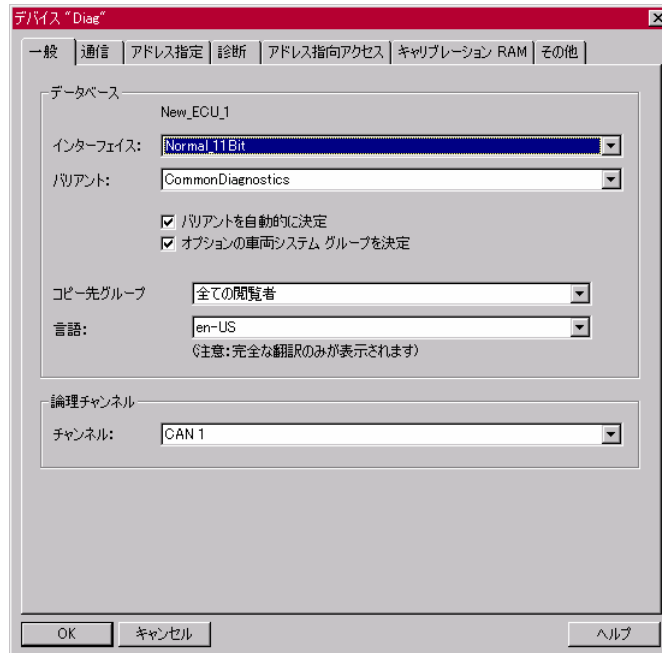

図 8 デバイス設定ダイアログ 2
4) 表示された、デバイス設定ダイアログ (図 8 デバイス設定ダイアログ) 内の各項目を必要に応じ設定し [OK] ボタンを押します。